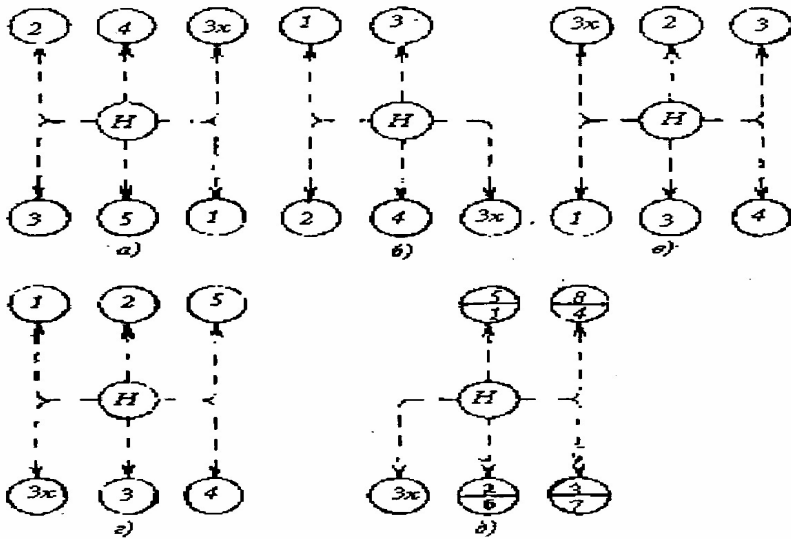
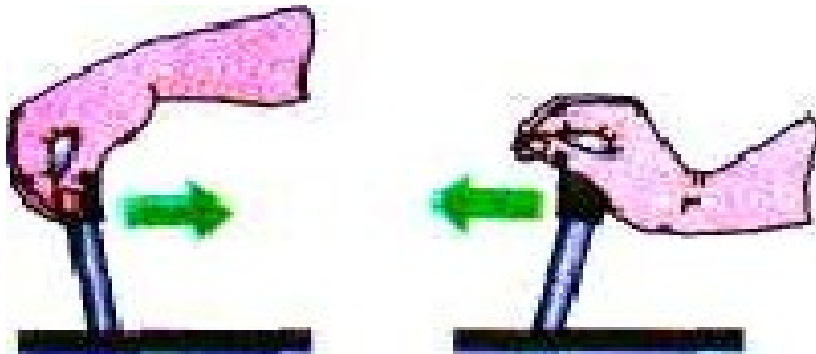

Рис. 11. Положення важеля коробки передач для автомобілів:
Рис. 12. Переміщення важеля коробки передач:
| <p>1. Переміщення важеля коробки передач необхідно виконувати при витисненій педалі зчеплення.</p> <p>2. Необхідно витримати паузу 1-2 сек.</p> <p>3. Спостерігаючи за дорогою, перенести праву руку з рульового колеса на головку важеля коробки передач.</p> <p>4. Проконтролювати контрольне положення.</p> <p>5. Плавно увімкнути першу передачу.</p> <p>6. Плавно відпустити педаль зчеплення.</p> <p>7. Найкоротшим шляхом перенести праву руку з головки важеля коробки передач на рульове колесо.</p> <p>8. Витримати паузу 5-10 сек.</p> <p>9. Витиснути педаль зчеплення.Плавно увімкнути другу передачу.</p> <p>10. У такому ж порядку виконати послідовне перемикання передач до вищої (5) передачі.</p> <p>Техніка переключення з вищої передачі на нижчу:витиснути педаль зчеплення;поставити важіль перемикання передач у нейтральне положення;відпустити педаль зчеплення, різко натиснути на педаль „газу” і швидко її відпустити;витиснути педаль зчеплення і поставити важіль перемикання передач в положення 4-ї передачі;відпустити педаль зчеплення.У такому ж порядку виконати перемикання передач до 1-ї передачі.</p> | <p>засвоїти, яким передачам відповідають положення важеля коробки передач на даному учбовому автомобілі.</p> <p>На рис.11 показані необхідні положення важеля коробки передач для автомобілів ЗІЛ, ГАЗ, УАЗ, КраЗ, Урал, КамАЗ.</p> <p>Інструктор показує охоплення правою рукою головки важеля перемикання передач, пояснює та демонструє послідовність перемикання передач у висхідному і низхідному порядку.</p> <p>При переміщенні важеля не слід прикладати великих зусиль. Переміщувати його до себе доцільно пальцями рук, а від себе – відкритою долонею. На рис. 12 показано відповідне положення при переміщенні важеля коробки передач.</p> <p>Інструктор слідкує за методично правильними прийомами виконання „перегазовки” та подвійного натиску педалі зчеплення.</p> <p>При цьому звертає увагу на повільне (плавне) відпускання педалі зчеплення, а також відволікання зору на важелі і прилади управління.</p> |